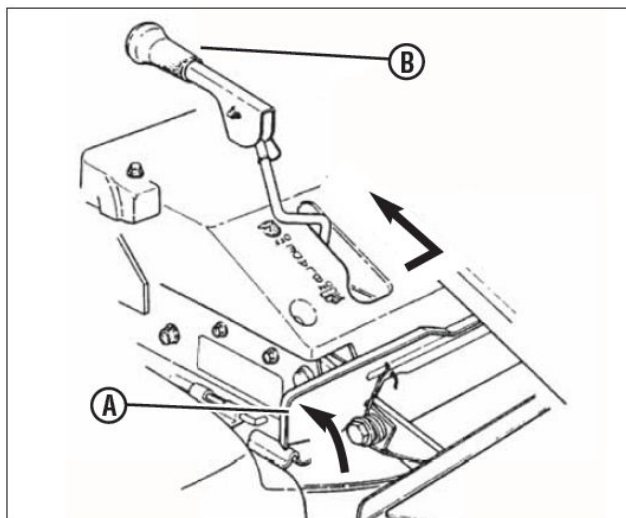

Рис. 15. Остановка ножа газонокосилки
1. Остановить привод ножа можно, отпустив педаль привода ножа (А, рис. 15) или переведя рычаг ножа (В) назад в положение OFF (выключено).